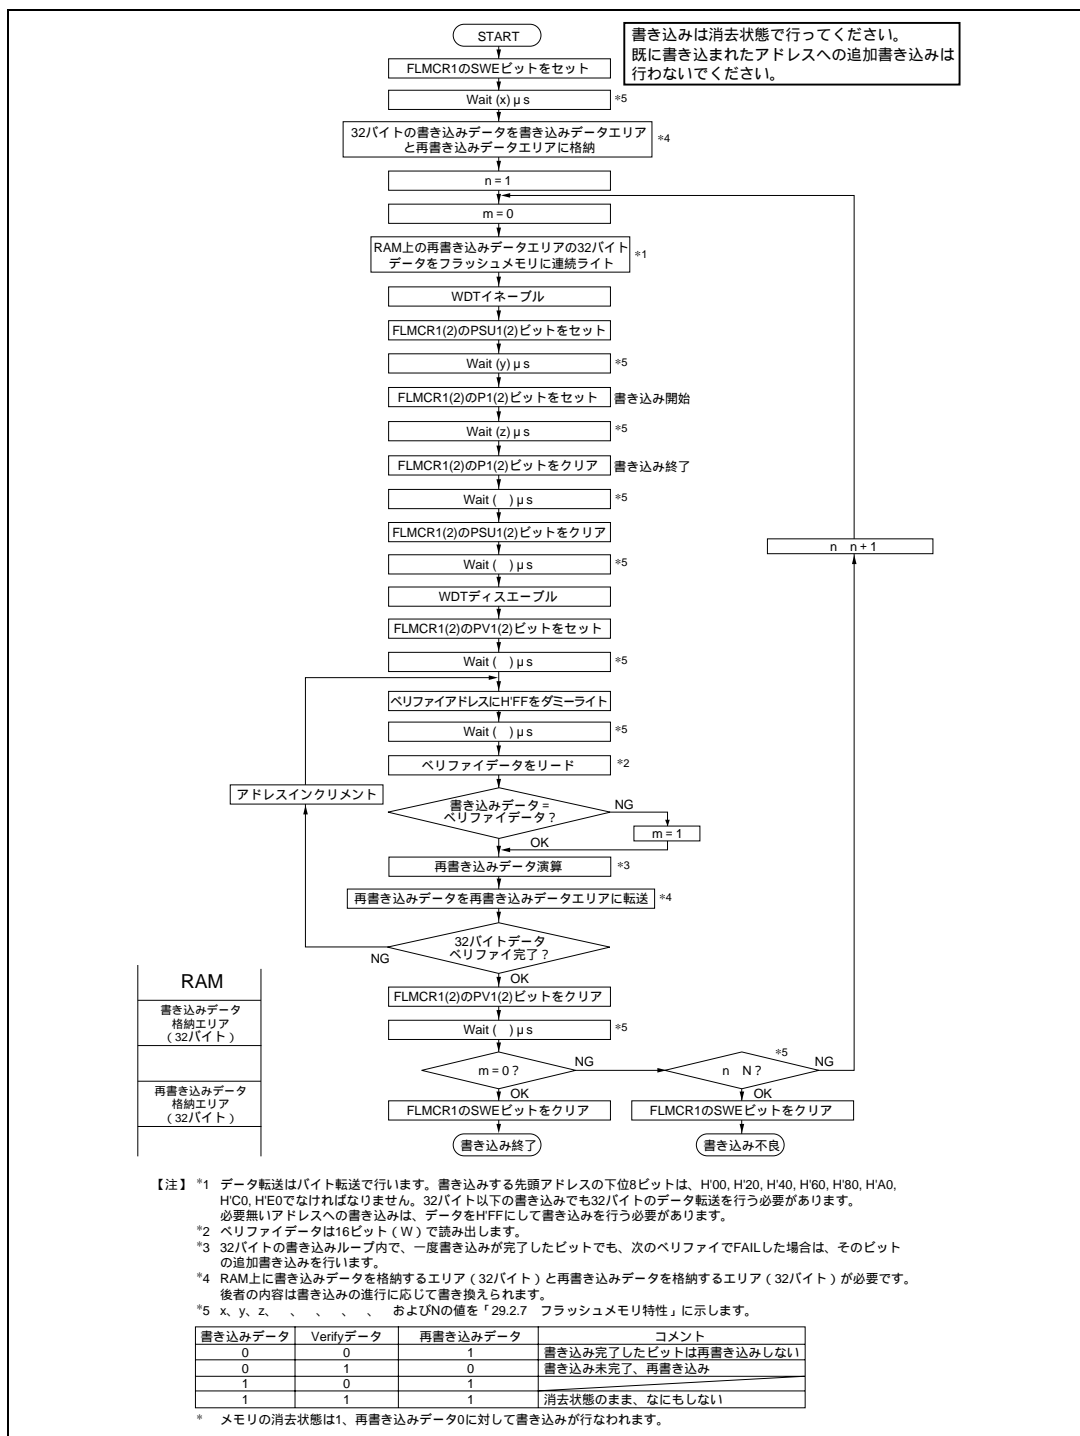

図 8.9 プログラム/プログラムペリファイフロー
一定の書き込み時間経過後、書き込みモードを解除 (FLMCRn の Pn ビットを解除後、() μ s 以上の時間が経過してから PSUn ビットを解除) します。ウォッチドッグタイマを () μ s 以上の時間が経過してから解除し、FLMCRn の PVn ビットをセットすることで、動作モードはプログラムベリファイモードへ遷移します。プログラムベリファイモードでは、読み出す前に読み出すアドレスにデータ H'FF をダミーライトしてください。ダミーライトは () μ s 以上の時間が経過してから行ってください。この状態でフラッシュメモリを読み出す (ベリファイデータは 16 ビットで読み出す) とラッチしたアドレスのデータが読み出されます。このリード動作は、ダミーライト後、() μ s 以上おいてから行ってください。次に書き込みデータとベリファイデータを比較し、再書き込みデータを演算 (図 8.9 参照) し、再書き込みデータを再書き込みデータエリアに転送します。32 バイト分のデータのベリファイが完了後、プログラムベリファイモードを解除し、() μ s 以上の待機時間を置いて、FLMCR1 の SWE ビットを 0 にクリアしてください。再度書き込みが必要な場合は、再度プログラムモードに設定し、同様にプログラム / プログラムベリファイシーケンスを繰り返してください。ただし、同一ビットに対するプログラム / プログラムベリファイシーケンスの繰り返しは、(N) 回を超えないようにしてください。